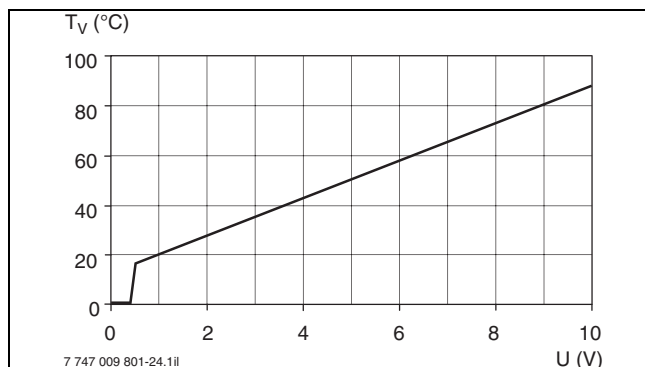

Bild 48 Kennlinie Störmeldemodul EM10 (Sollwerte)
Anhand eines 0-10-VDC-Signals ist eine Steuerung über die Vorlauftemperatur oder über die Leistung möglich (→ Bild 48).
- Ansteuerung des Heizkessels mit einem externen 0-10-V-Gleichspannungssignal. Über das 0-10-V-Gleichspannungssignal wird dem Heizkessel eine Vorlauftemperatur vorgegeben (→ Bild 48).